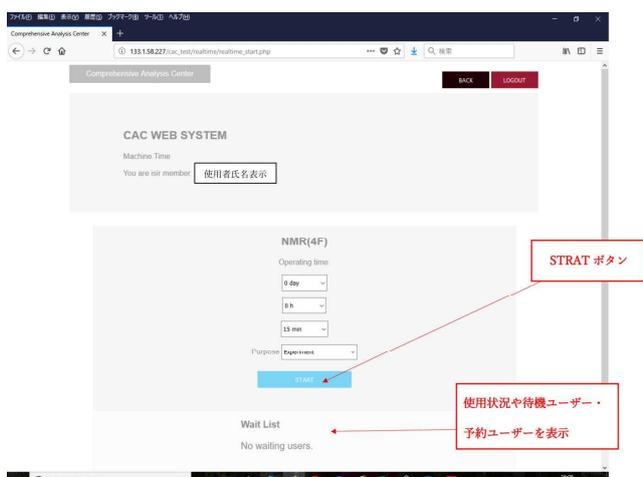

図5
- ②使用時間など選択し、測定開始時には「Start」ボタンをクリックします（図5）。